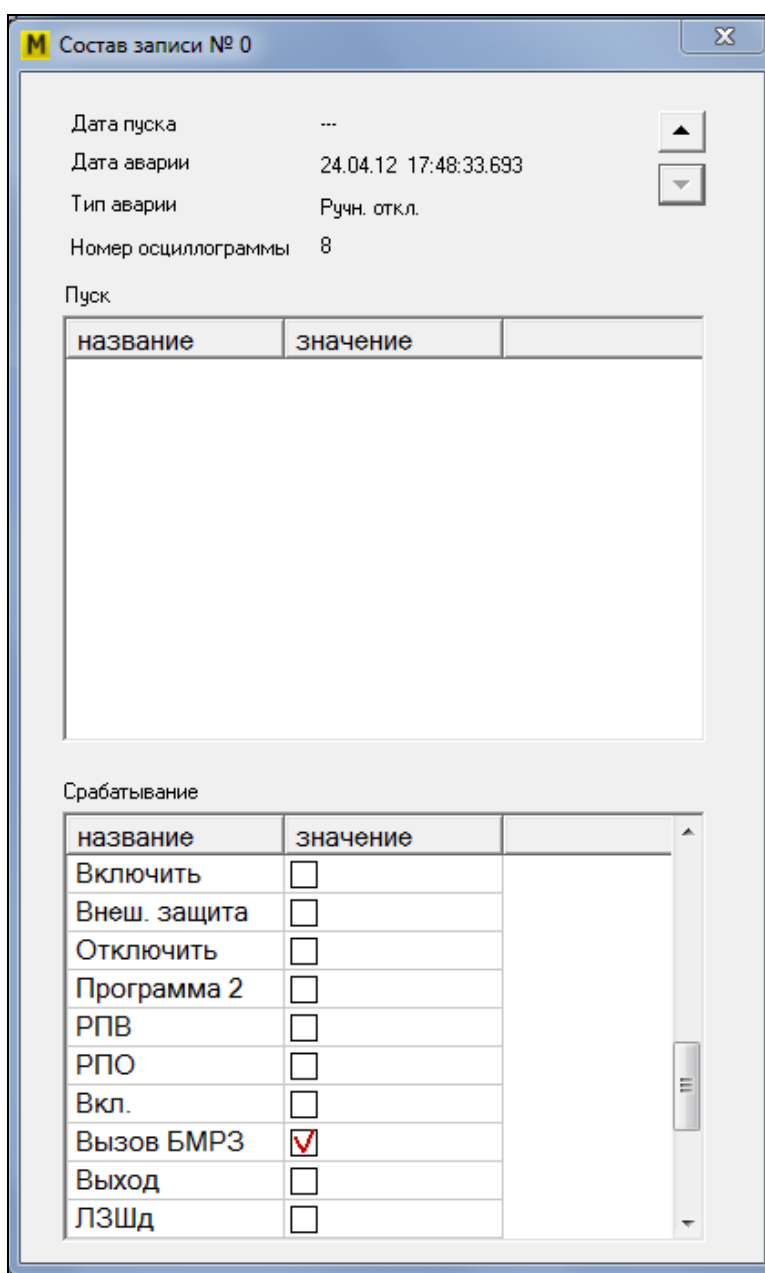

Рисунок 54
3.2.5.2 Просматривать детали события или аварии можно только при наличии связи с блоком. Чтобы открыть для просмотра детали события или аварии, нужно нажать кнопку «Детали» на вкладке «Журнал аварий и событий». Откроется окно «Состав записи №...». Если на вкладке «Журнал аварий и событий» выделена строка с записью события, после открытия окна «Состав записи №...» в заголовке окна будет написан ее номер, а окно будет содержать детали выделенной записи (рисунок 54). При переходе по записям на вкладке соответственно изменяется информация в окне «Состав записи №...». Кнопки «▲» и «▼» позволяют перемещаться по записям на вкладке «Журнал аварий» непосредственно в окне «Состав записи №...».
3.2.5.3 В верхней части окна «Состав записи №...» (см. рисунок 54) содержатся дополнительные характеристики записи: